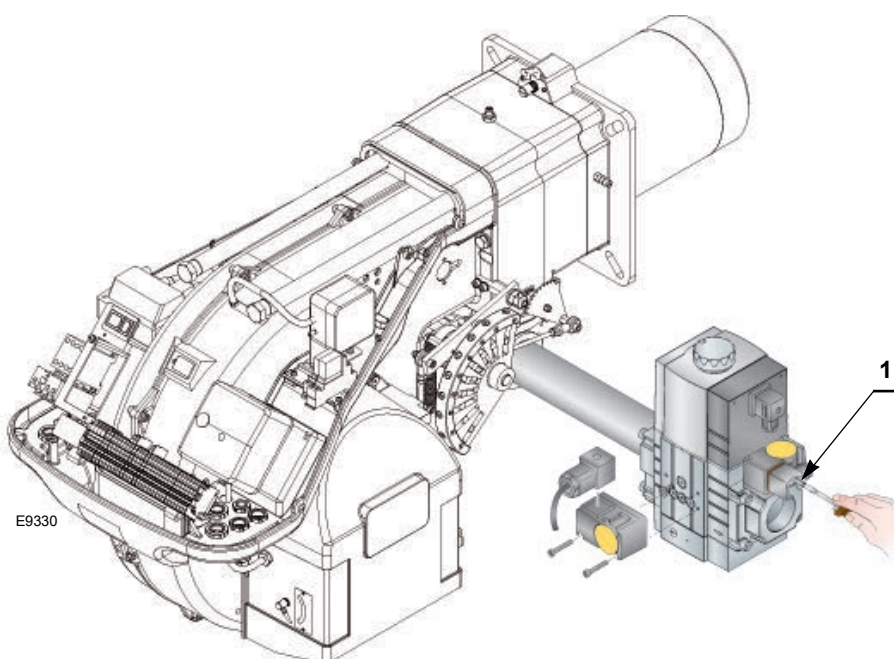

Fig. 23
- Contrôler la pression d'alimentation du gaz en raccordant un manomètre sur la prise de pression 1)(Fig. 23) du pressostat gaz seuil minimum: elle doit être inférieure à la pression maximale admise pour la rampe gaz qui est indiquée sur la plaque des caractéristiques.
- Purger l'air des tubes de la rampe gaz, en raccordant un tube en plastique sur la prise de pression 1)(Fig. 23) du pressostat gaz seuil minimum. Porter le tube de purge à l'extérieur de l'édifice jusqu'à sentir l'odeur du gaz.